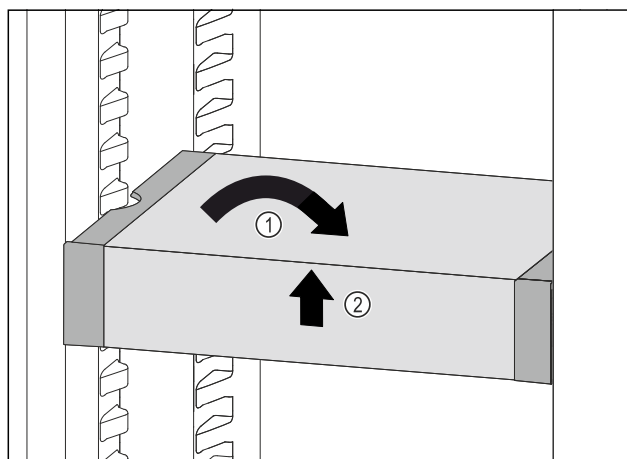

Fig. 240
- Plasser VarioSafe rett. Fig. 240 (1)
- Løft VarioSafe opp i forkant. Fig. 240 (2)